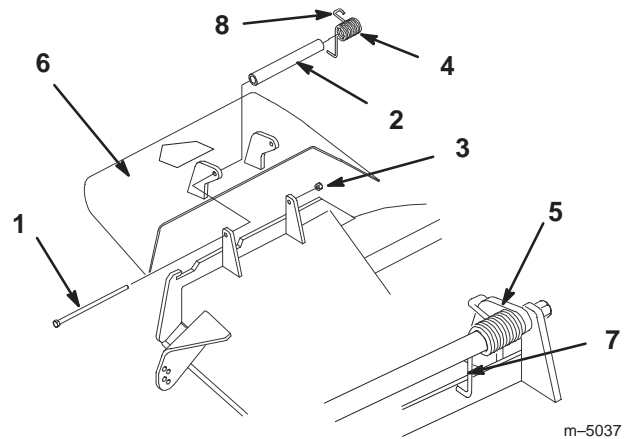

Figure 70
1. Retirez le contre-écrou, le boulon, le ressort et l'entretoise qui fixent le déflecteur aux supports de pivot (Fig. 70). Enlevez le déflecteur s'il est endommagé ou usé.
**Remarque :** Prenez soin de placer l'extrémité en L du ressort derrière le bord du plateau avant de mettre le boulon en place, comme indiqué à la Figure 70.
3. Remettez le boulon et l'écrou. Accrochez l'extrémité crochue en J du ressort au déflecteur d'herbe (Fig. 70).